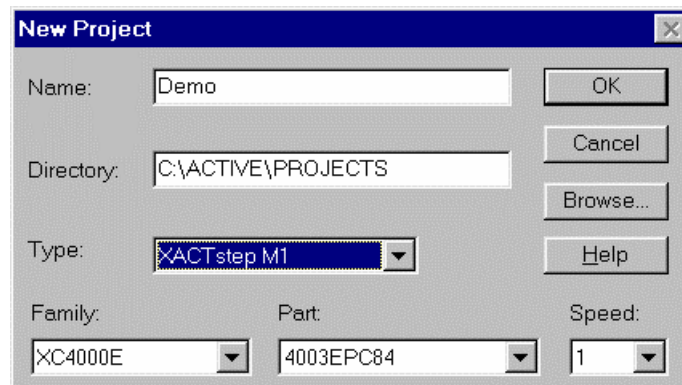

Figura 2. Creació d'un projecte
5. Seleccionar els paràmetres del dispositiu (Family, Part i Speed) tal i com s'indica a la Figura 2.